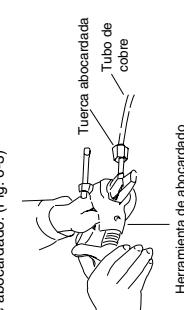

Fig. 6-3
- Abocarde el extremo del tubo de cobre con una herramienta de abocardado. (Fig. 6-3)